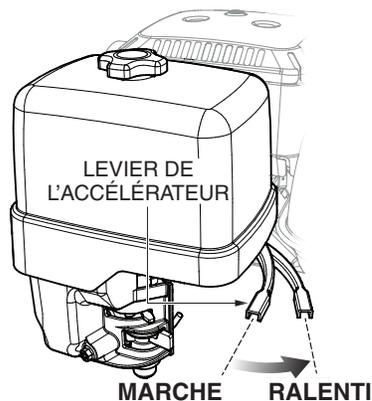

Figure 13. Levier de papillon (position de ralenti)
2. Déplacer le levier du papillon (Figure 13) à la position de *ralenti*.